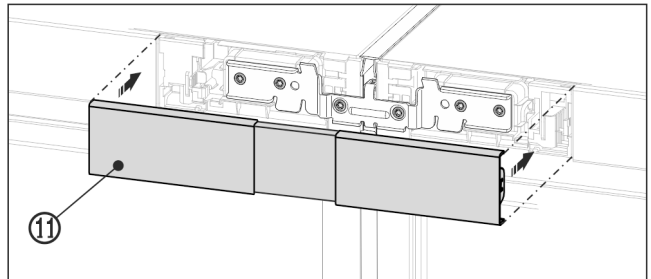

Fig. 24 Esimerkkikuva
- Lukitse ylempi suojuus Fig. 24 (11) käyttöpaneelien väliseen avoimeen välitilaan. Varmista, että suojuksen ulkosivut ovat tasoissa käyttöpaneelien kanssa.